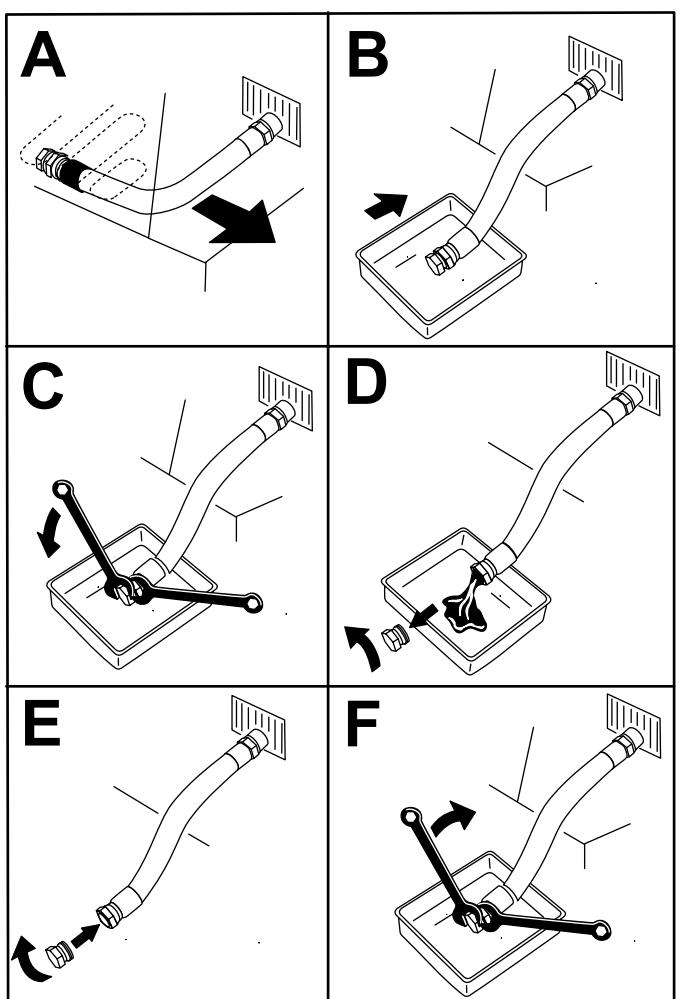

Figura 47
3. Purgue o óleo do motor (Figura 47).